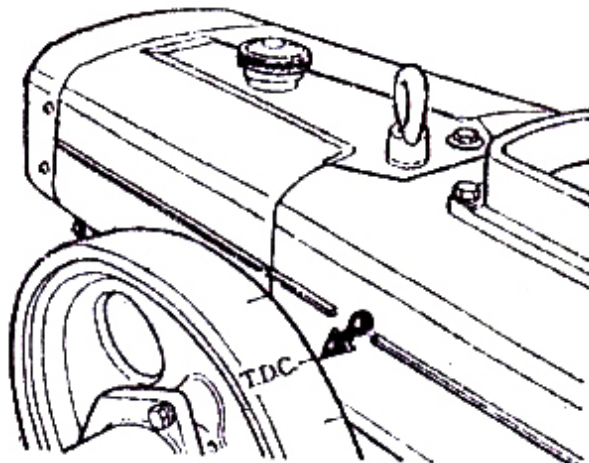
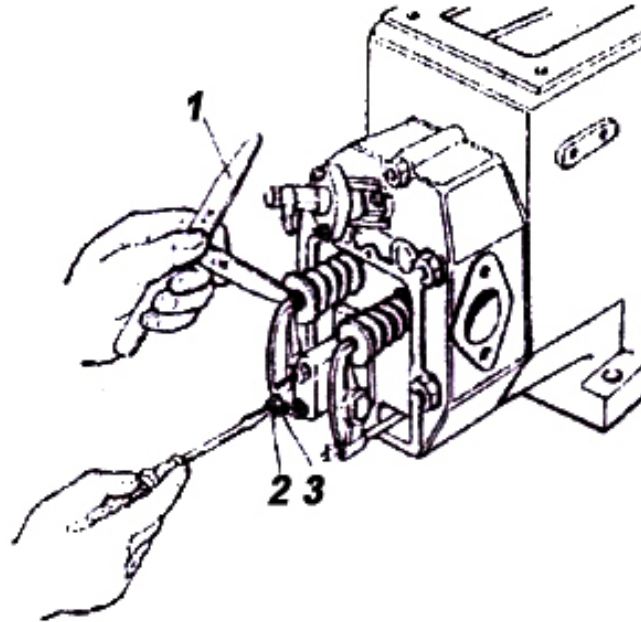

Figura 4. Girando el volante a la posición TDC requerida.
Figura 5. Ajuste del despeje de válvulas
- b. Método de ajuste, desarme la tapa de cabeza del cilindro, gire el volante hasta que la marca de alineación TDC (en el borde del mismo) este alineado con la flecha o marca de alineación en el cuerpo, a fin que el pistón se sitúe en la posición TDC del recorrido de compresión, ver figura 4 Afloje la tuerca de bloqueo y gire el tornillo de ajuste en el brazo de leva; luego inserte un calibre entre el vástago de la válvula y el brazo de leva para ajustar la separación de válvula a los valores especificados haciendo girar el tornillo de ajuste. Una vez finalizado este paso, apriete la tuerca de bloqueo, ver figura 5